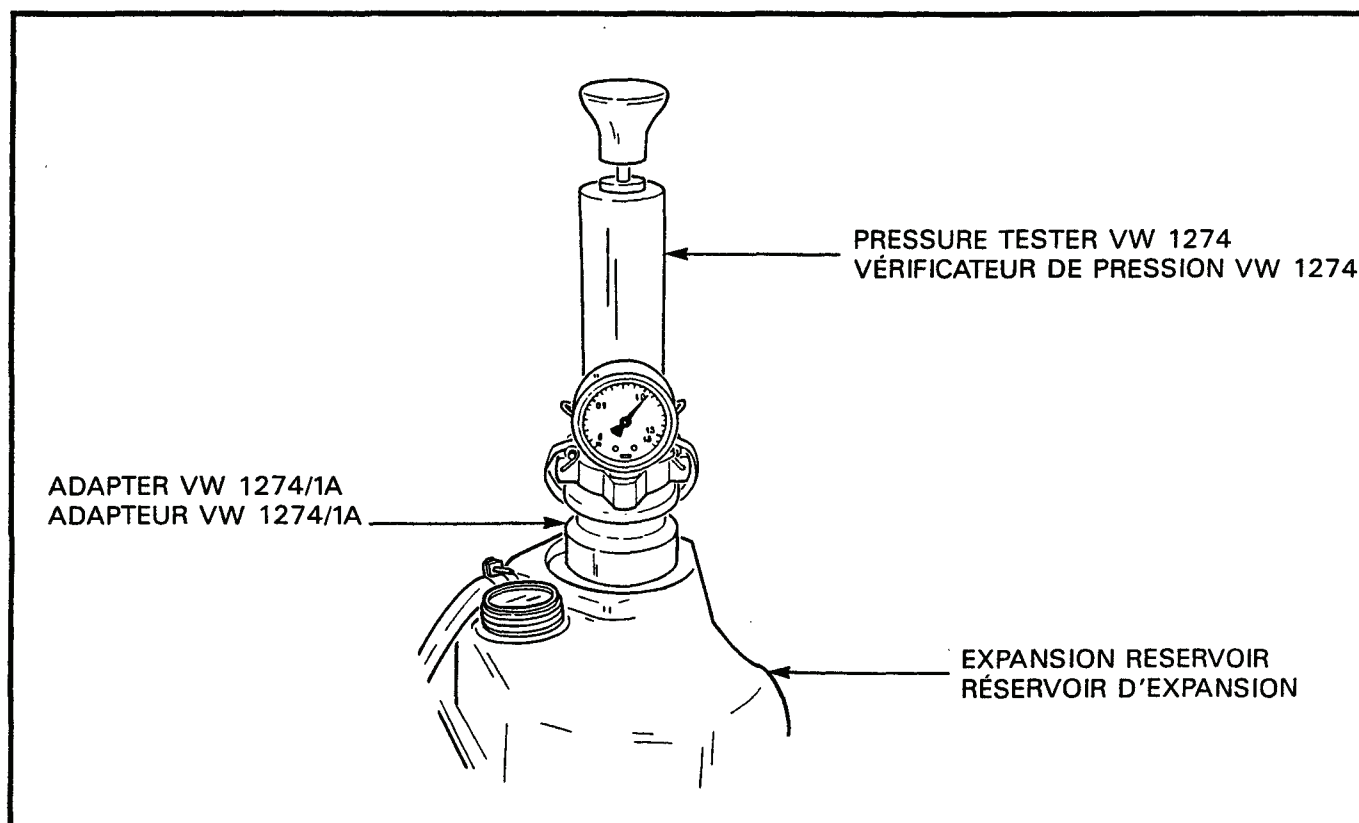

Figure 2-8-6 Adapter VW 1274/1A Installed on Expansion Reservoir
- a. Screw the pressure tester adapter VW 1274/1A onto the expansion reservoir, see Figure 2-8-6.
- a. Visser l'adapteur du vérificateur de pression VW1274/1A au réservoir d'expansion, voir figure 2-8-6.